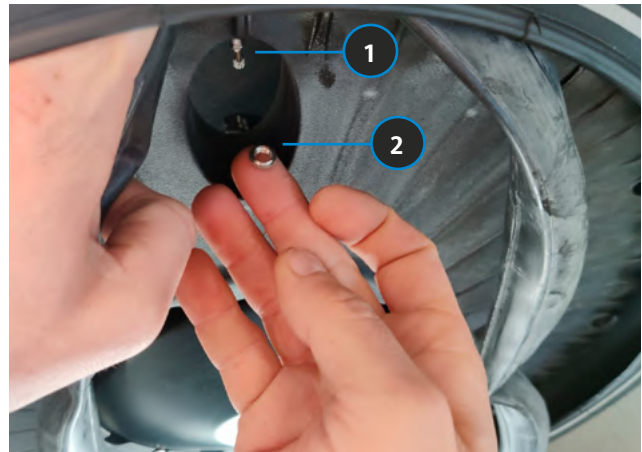

BILD 47 VENTIL DURCH VENTILÖFFNUNG FÜHREN UND FELGENMUTTER LOSE BEFESTIGEN
- ▶ Mit dem Reifenheber den Mantel ringsum einseitig heraushebeln (siehe Bild 47).